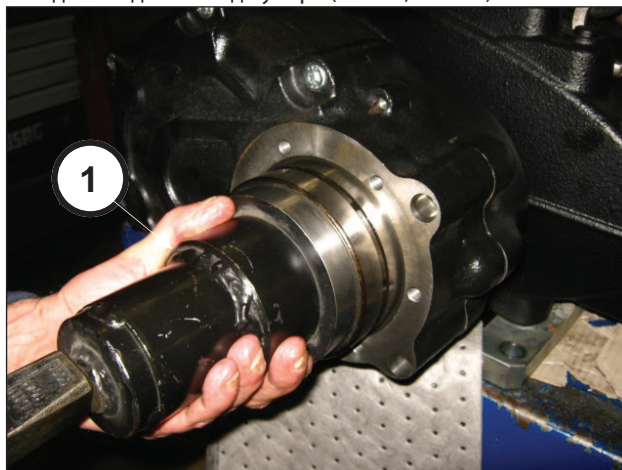
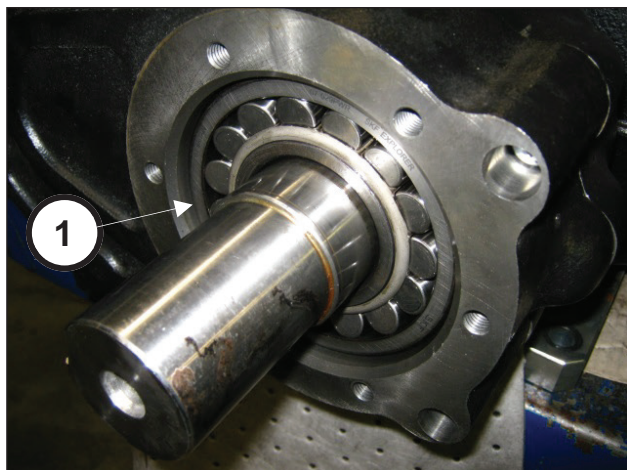

Рис. 88
Рис. 89
С помощью инструмента арт. 27884700 (поз. ①, Рис. 88) насадите подшипник до упора (поз. ①, Рис. 89).